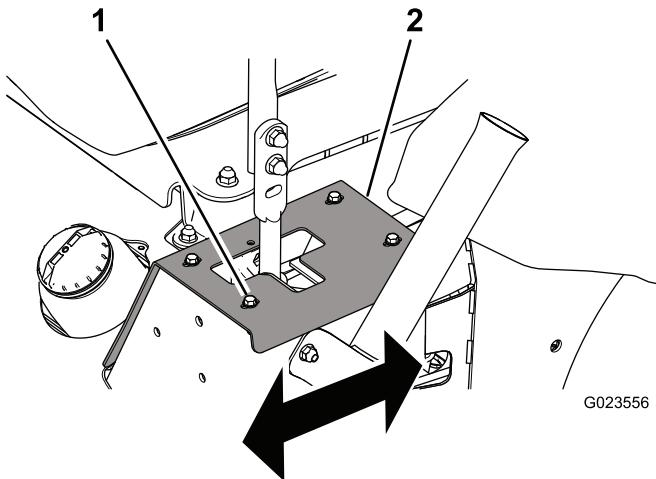

Figure 55
- Si elle se déporte à droite, desserrez les boulons et reculez la plaque de butée gauche jusqu'à ce que la machine se déplace en ligne droite (Figure 55).
- Si elle se déporte à gauche, desserrez les boulons et reculez la plaque de butée droite jusqu'à ce que la machine se déplace en ligne droite (Figure 55).
1. Boulon (4)
3. Serrez les boulons pour fixer la plaque de butée (Figure 55).